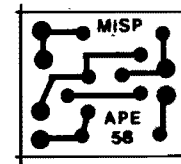

Fig.2
- **FIG. 2 - LAY OUT DO CIRCUITO IMPRESSO ESPECÍFICO** - Menor que isso, só mesmo moral de político... Menos de 4 cm², uma verdadeira "caquinha", que permite o aproveitamento de qualquer "lasca" de fenolite que esteja sobrando aí pela sucata do Leitor/Hobbysta... O padrão cobreado (visto em escala 1:1 na figura...) também é mínimo, de fácil realização, seja por métodos mais modernos, (traçagem com decalque...) seja por sistemas manuais, traçagem por canetas, etc. De qualquer modo, apesar de sua "pequenez", os **mesmos** velhos cuidados e verificações devem ser dedicados, ao final, na conferência, na busca e eventual correção de falhas, lapsos, "curtos", etc., sempre lembrando que da perfeição do Impresso (qualquer que seja o tamanho ou complexidade do circuito...) depende uns 90% do sucesso - ou insucesso - de